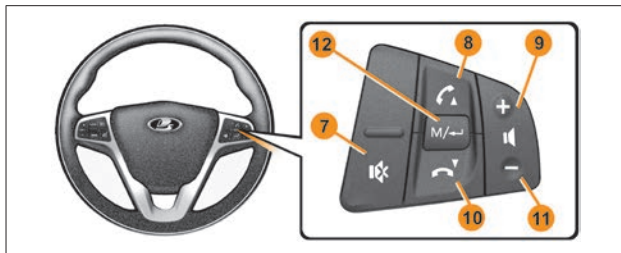

Рис. 2. Блок управления мультимедийной системой
- выключатель «**M/↔**» – выбор источника (радио/USB/SD), (рис. 2, п. **12**);